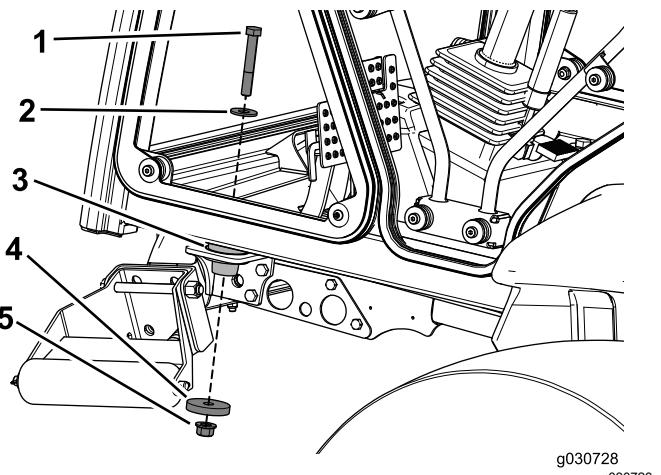

Bild 29
5. Befestigen Sie die Kabine mit einer Schraube ($\frac{1}{2}$ " x 3-1/4"), einer Scheibe (1-3/8"), einer Scheibe (2-1/4") und einer Sicherungsmutter an den vorderen Befestigungen an der Maschine (Bild 29).